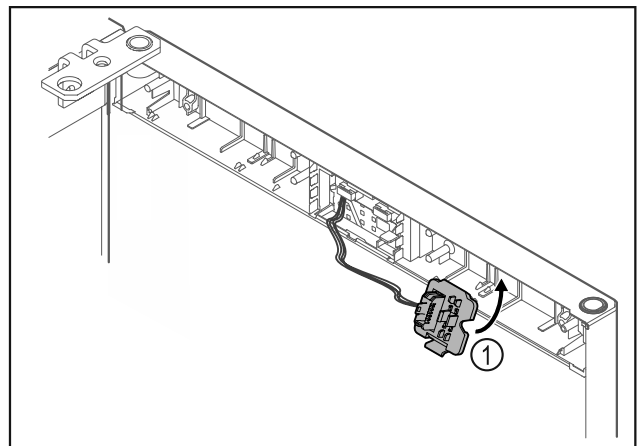

Fig. 21
- ▶ Užfiksukite kištuko laikiklį Fig. 21 (1) priešingoje pusėje.